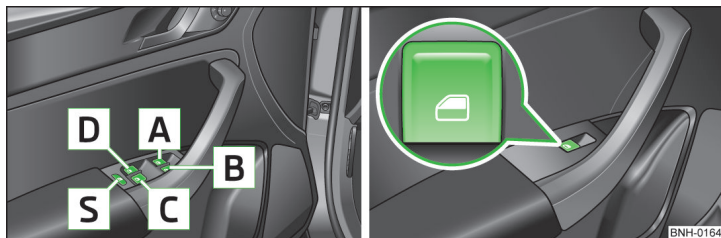

Fig. 35 Tastele din portiera șoferului/ portierele spate
- Când se transportă pe locurile din spate persoane care nu sunt complet independente, de ex. copii, vă recomandăm să scoateți din funcțiune comutatoarele din portierele din spate (comutatorul de siguranță) » fig. 35 la pagina 55.
Tastele geamurilor acționate electric » fig. 35
Prin apăsarea comutatorului de siguranță **S** » fig. 35, puteți scoate din funcțiune tastele acționării geamurilor din portierele din spate. Apăsând încă o dată comutatorul de siguranță **S**, puteți restabili funcționarea tastelor acționării geamurilor din portierele din spate.